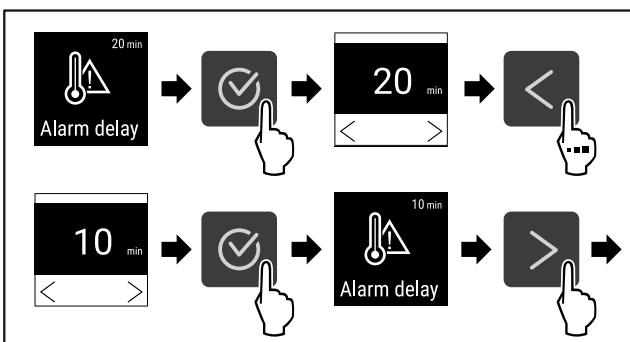

Fig. 100
- Vykonajte kroky akcie (pozri Fig. 100) .